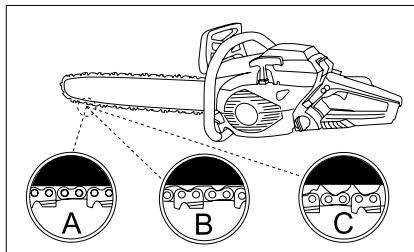

Fig. 10
Vedete fig. 10, dove viene mostrata la corretta tensione della catena a freddo (A), della catena calda (B), e la tensione della catena che deve essere regolata (C).